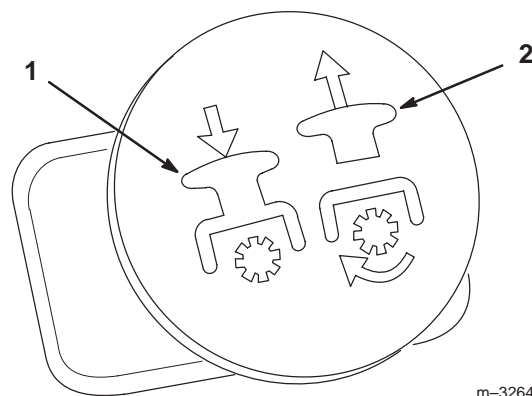

Bild 16
3. Ziehen Sie den ZWA-Schalter auf EIN (Bild 16).